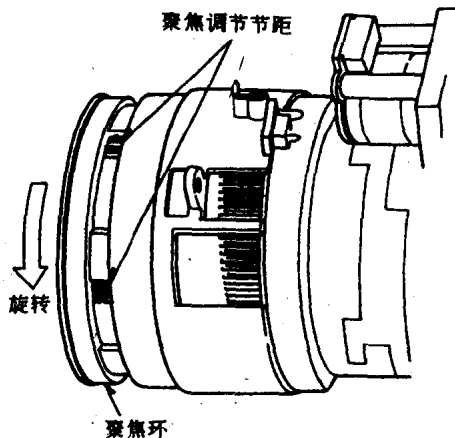

图 T11
(16) 为了锁紧聚焦环,顺时针旋转聚焦调节节距(图 T11)。